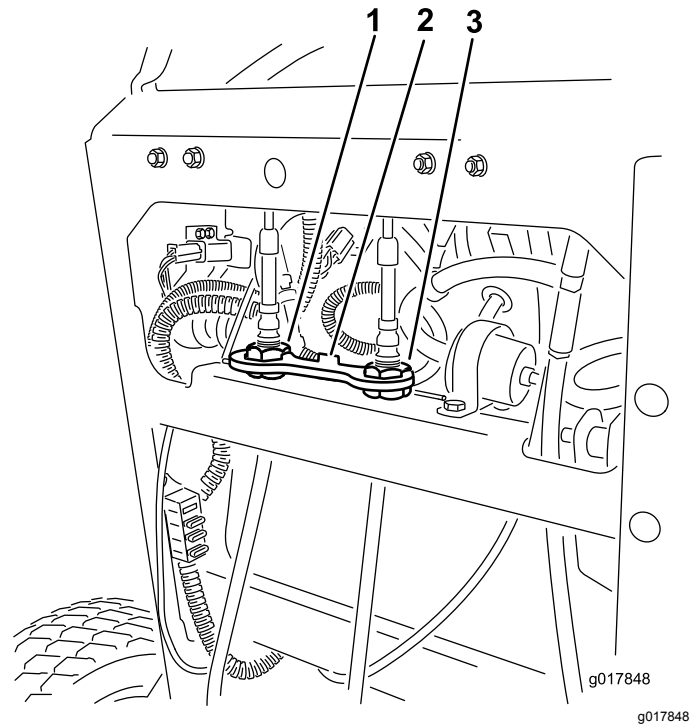

Figura 67
6. Instale o bloqueio do cabo nas porcas de ajuste do cabo para fixar o ajuste (Figura 67).